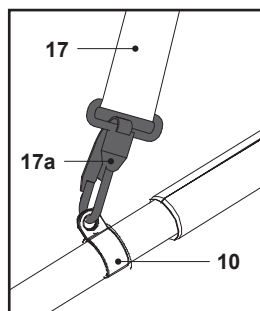

Fig. 7
4. Verrouiller le harnais (17) sur la boucle (10) à l'aide du clip de fixation (17a) (Fig. 7).